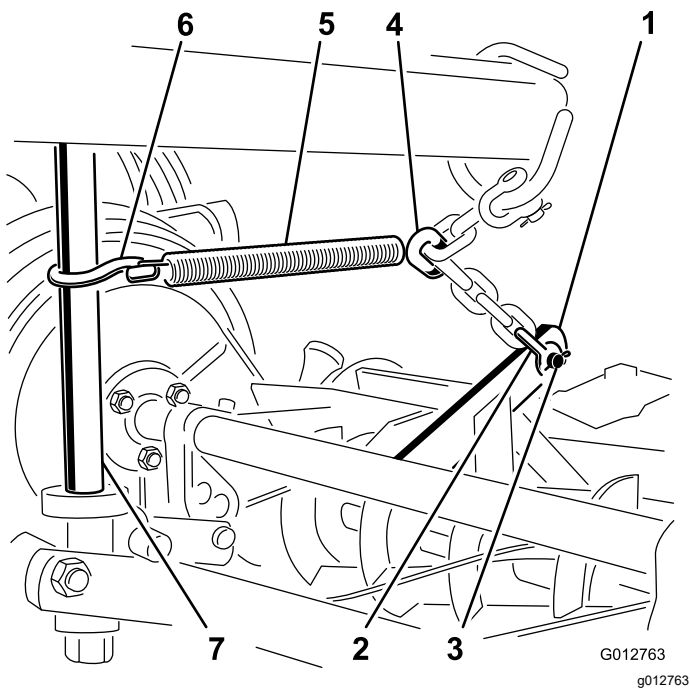

图 14
- 在其余剪草机上用长挂钩、柱销与开口销将升降链固定到剪草机安装支架上图 14。
6. 用 S 形钩将弹簧钩在从剪草机开始的第五节链条上并将弹簧的另一端钩在升降保护环上图 14。